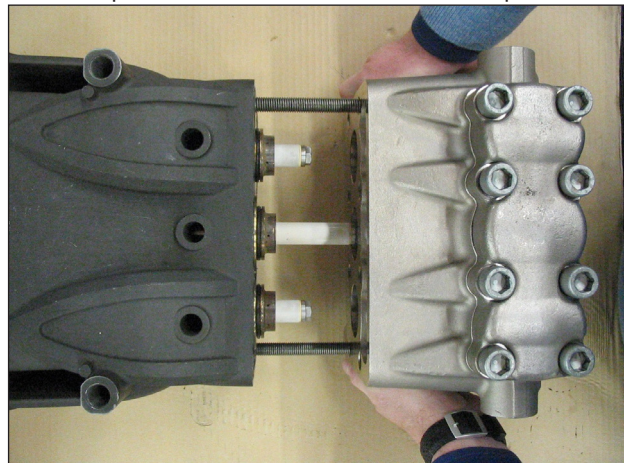

Fig. 33
- B) Lubricar los componentes ②③⑤ con grasa de silicona Tipo OCILIS cód. 12001600; tal operación es considerada necesaria también para facilitar el asentamiento del labio de las juntas sobre el pistón.
2. Utilizando dos tornillos – clavija de servicio (cód. 27508200) fijadas en el cárter como se indica en la (Fig. 33), posicionar el cabezal completo; asegurarse que se encuentra centrado solamente sobre el pistón central.